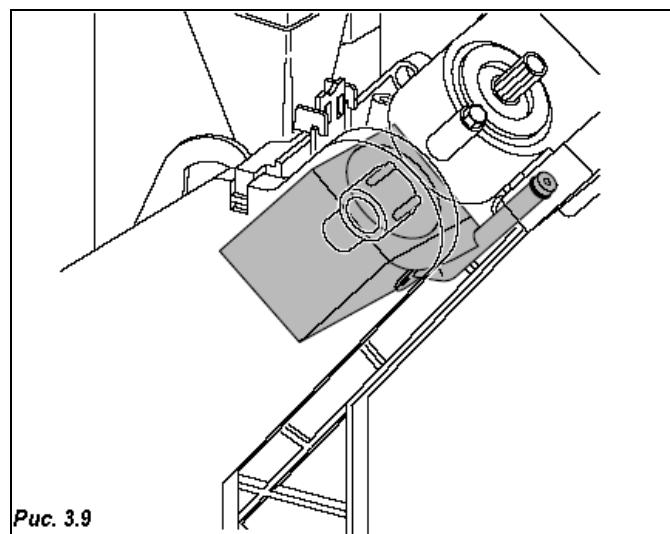

Рис. 3.9
- Вновь включается редукторный двигатель группы подачи кофе для перевода группы в исходное положение; во время этого перемещения производится выброс использованной кофейной гущи (Рис. 3.9).